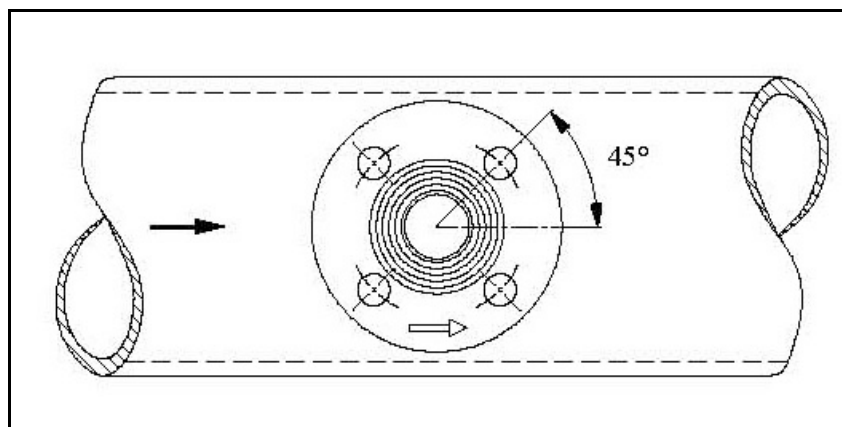

Abb. 21 Montage eines Montagestutzens mit Flansch mit 4 Schraubenlöchern
- 3) Heften Sie den Montagestutzen [1] mit 1-2 mm Luftspalt auf die Rohrleitung. Die Schraubenlöcher des Flansches müssen in einem Winkel von 45° zur Rohrachse stehen [siehe Abb. 21]